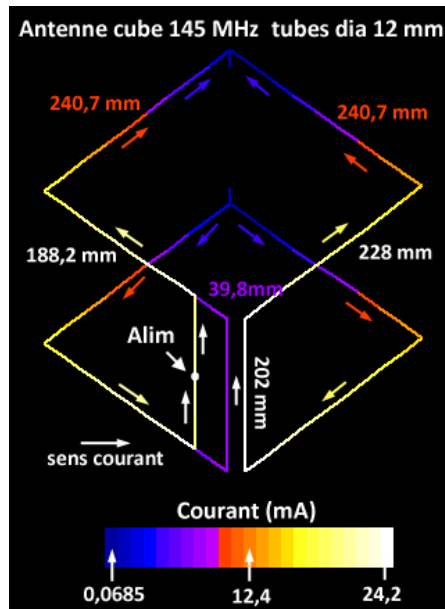

Figure 5 : Courants dans l'antenne optimisée au simulateur
Nous y reviendrons. Noter que les trois doublets étant très rapprochés rayonnent comme un doublet unique (comme pour l'antenne trombone). Concernant l'effet des deux carrés horizontaux, il reste faible car nous avons deux boucles faiblement espacées parcourues par des courants opposés(4). Elles rayonnent donc très peu. Cela sera évident en examinant sur la figure 5 le diagramme des courants dans l'antenne (les dimensions correspondent à une simulation pour  $Z_{ant} = 50 \Omega + j0$ ).
Noter que si les diagrammes de rayonnement ne posent pas de problème avec la simulation, pour l'impédance d'alimentation elle est à prendre avec circonspection comme base de départ pour l'expérimentation. Ici la simulation est surtout intéressante pour constater les résultats quand on fait varier certains paramètres. Ainsi en allongeant un peu les parties verticales et en diminuant les parties horizontales pour conserver l'accord, on arrive très bien à remonter l'impédance à  $50 \Omega$  (cf. dimensions Fig.5). Mais cela ne veut pas dire que les dimensions de W6NBC sont fausses (5). On peut aussi alimenter le doublet vertical à une extrémité au lieu du centre. On augmente ainsi un peu la résistance de rayonnement, mais on diminue le gain en brisant un peu plus la symétrie (rayonnement vertical en polar H plus important).
Les longueurs des tubes seront telles qu'avec les raccords que l'on aura approvisionnés, une fois les tubes emmanchés à fond, on obtiendra les dimensions d'axe en axe de la figure 5.
dia 2 ou 3 mm perpendiculairement aux tubes, en regard l'un l'autre. Au simulateur, les deux petits fils bleus verticaux que l'on voit sur la figure 5 ont fait baisser  $F_0$  de 300 kHz.